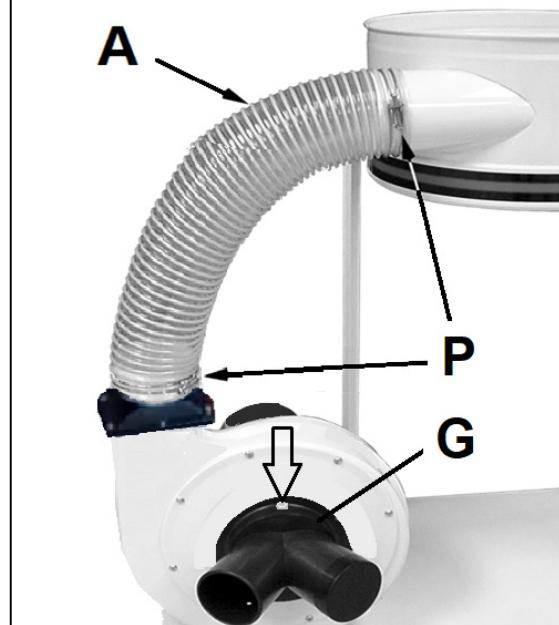

Fig 9
Befestigen Sie den Verbindungsschlauch (A, Fig 9) mit den gelieferten Schlauchklemmen (P).